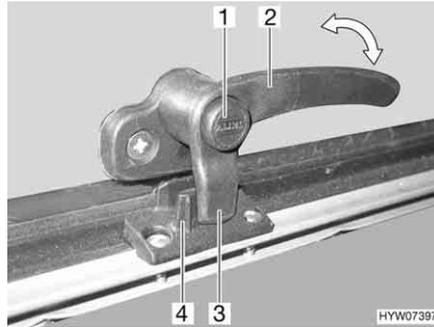
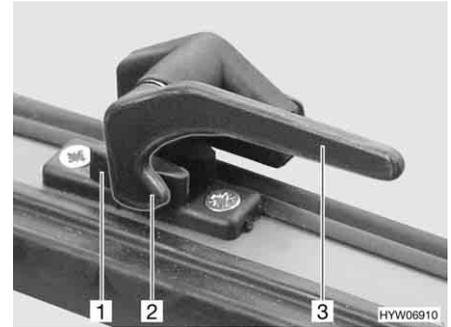

Fig. 65 Leva di serraggio con bottone di sicurezza in posizione "Chiuso"
Fig. 66 Leva di serraggio in posizione "Chiuso"
- Se presente, premere e tenere premuto il bottone di sicurezza (Fig. 65,1).
- Ruotare la leva di serraggio (Fig. 65,2 o Fig. 66,3) di un quarto di giro verso il centro della finestra.
- Ruotare la leva di serraggio (Fig. 65,2 o Fig. 66,3) di un quarto di giro verso il telaio della finestra. Il nasello di chiusura (Fig. 65,3 o Fig. 66,2) della leva di serraggio si trova completamente sul lato interno della chiusura della finestra (Fig. 65,4 o Fig. 66,1).
- In posizione "Completamente chiusa" (Fig. 65 e Fig. 66)